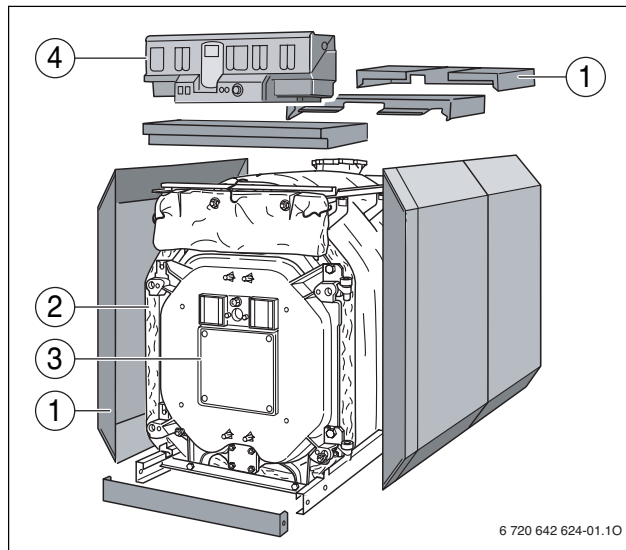

Fig. 1 Chaudière spéciale mazout/gaz Logano G515
- Bloc chaudière (→ fig. 1, [3]).
- Revêtement de chaudière (habillage → fig. 1 et 2, [1]), isolation thermique (→ fig. 1, [2]).
- Appareil de régulation (→ fig. 1, [4]).